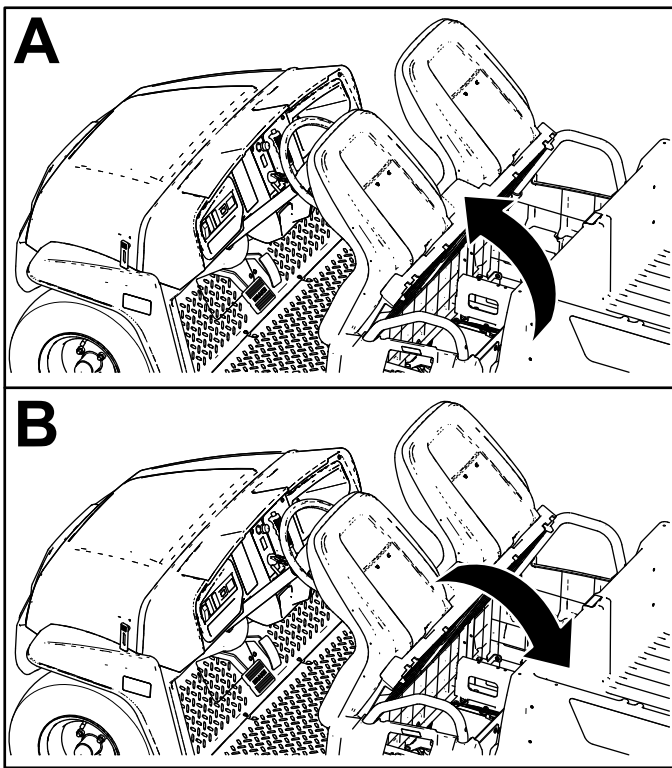

Bild 30
Schieben Sie den Sitz vorwärts, bis er am Lenkrad aufliegt, um ihn anzuheben (Bild 30).
Schieben Sie den Sitz rückwärts, bis er in der Ausgangsstellung ist, um ihn abzusenken (Bild 30).
1. Schieben Sie den Sitz vorwärts in die angehobene Stellung (Bild 30).